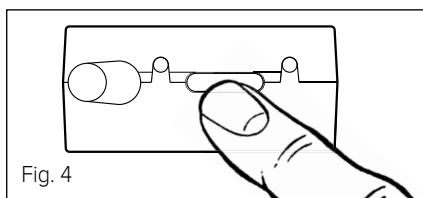

Fig. 4
- Appuyer pendant 5 secondes sur le bouton du récepteur (fig. 4), la led rouge commence à clignoter.